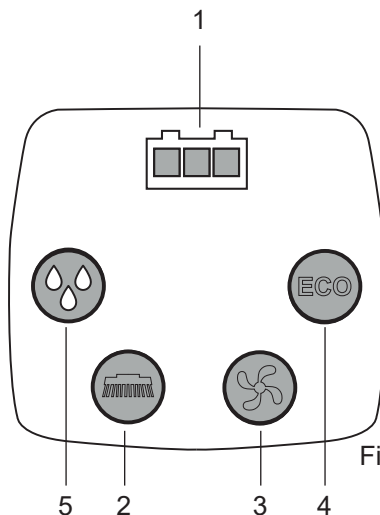

Fig.15
- Varsellampe for ladenivå batteri (kun modeller med batteri) (fig.15 - ref.1): består av 3 led med fargene rød, gul, grønn som indikerer batteriets ladenivå. Mulige situasjoner:
- Børstetast (fig. 15 - ref. 2): Aktiverer ("varsellampe tent") og deaktiverer ("varsellampe slukket") funksjonen "Børste", børsten settes kun i funksjon når du bruker "Betjeningsspak for børste".
- Oppsugingstast (fig. 15, ref. 3): slår på ("varsellampe tent") og av ("varsellampe slukket") oppsugingsmotoren, som gjør det mulig å tørke gulvet du arbeider på. Motoren starter kun ved at du aktiverer "Betjeningsspak for børste".
- Tast for utførsel av vaskeløsning med varsellamper (fig. 15 - ref. 5): Aktiverer ("ledlampe tent") og deaktiverer ("ledlampe slukket") utførselen av vaskeløsning med tre forskjellige utførselsnivåer. Utførselen skjer kun med børsten i funksjon.
- ECO-tastem (fig.15 - ref.4): aktiverer ("ledlampe tent") og deaktiverer ("ledlampe slukket") funksjonen ECO.